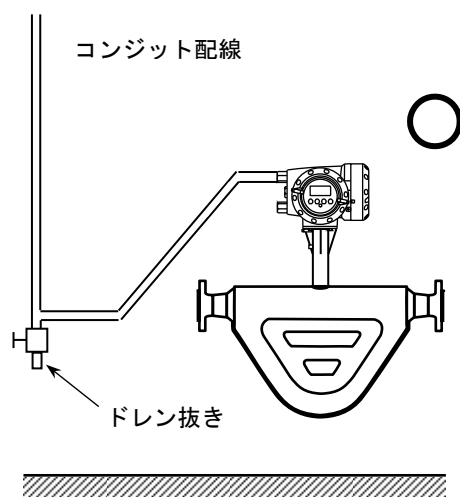

図 2.5a
- 5) コンジット配線を行う場合には「図 2.5a」に示すように配線接続口から下向きに傾斜を設けて、配線接続口にコンジットを通して水が流れ込まないようにしてください。